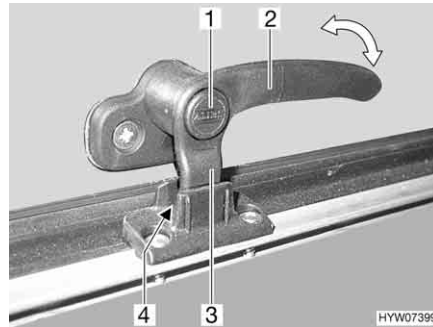
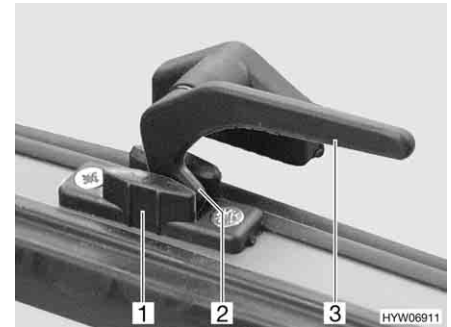

Bild 81 Verriegelungshebel mit Sicherungsknopf in Stellung "Dauerbelüftung"
Bild 82 Verriegelungshebel in Stellung "Dauerbelüftung"
- in Stellung "Dauerbelüftung" (Bild 81 und Bild 82)
- Wenn vorhanden, Sicherungsknopf (Bild 81,1) drücken und gedrückt halten.
- Den Verriegelungshebel (Bild 81,2 oder Bild 82,3) eine viertel Umdrehung zur Fenstermitte hin drehen.
- Den Verriegelungshebel wieder zurückdrehen. Die Verriegelungsnase (Bild 81,3 oder Bild 82,2) am Verriegelungshebel dabei in die Aussparung der Fensterverriegelung (Bild 81,4 oder Bild 82,1) einfahren.
- Wenn vorhanden, Sicherungsknopf (Bild 81,1) loslassen.